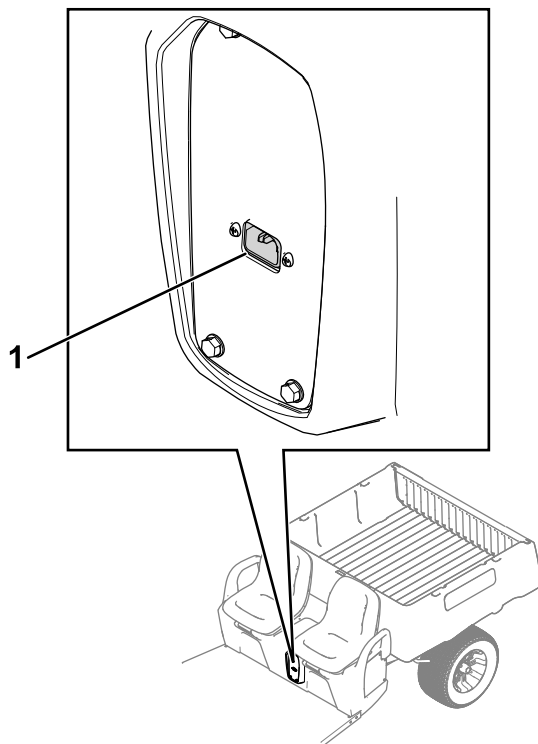

Bild 25
1. Stecken Sie das Stromversorgungskabel in die Ladebuchse des Fahrzeugs ein (Bild 25).